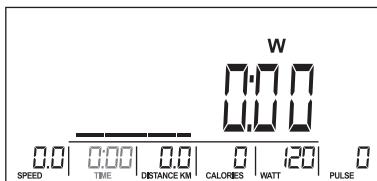

Рис. 21
- За допомогою регулятора встановіть значення TIME. (Рис. 21).